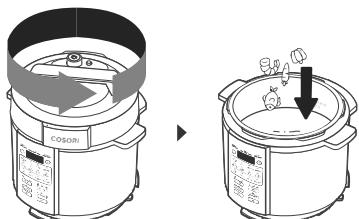

Figure 4.1
1. Tournez le couvercle dans le sens inverse des aiguilles d'une montre et soulevez-le pour le retirer. Ajoutez les ingrédients dans la cuve interne. [Figure 4.1]